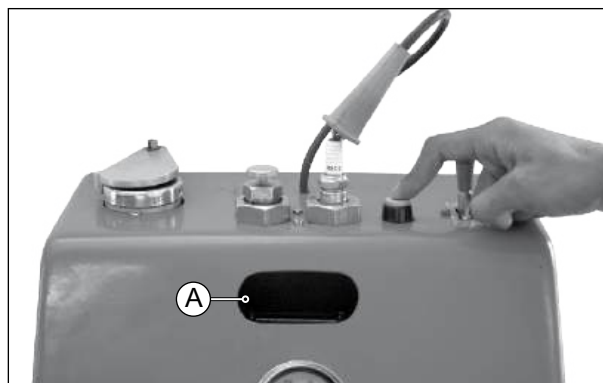

Fig. 2.22
- A seguir, pressione o botão de teste de faísca da máquina e procure por faíscas azuis, fortes e contínuas, através do visor (A) da máquina. (Fig. 2.22)